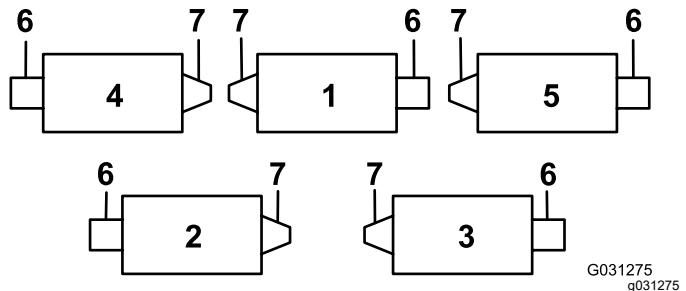
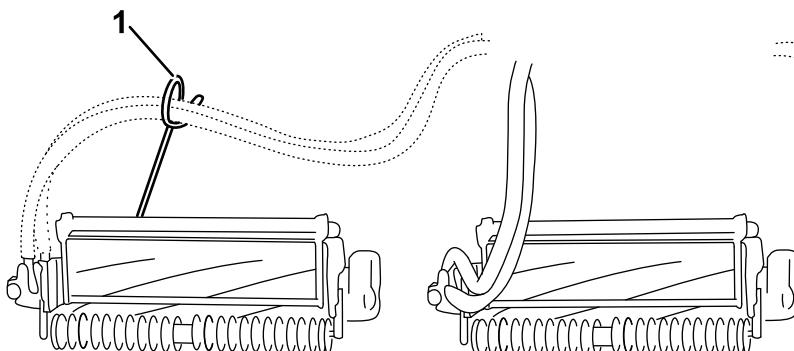
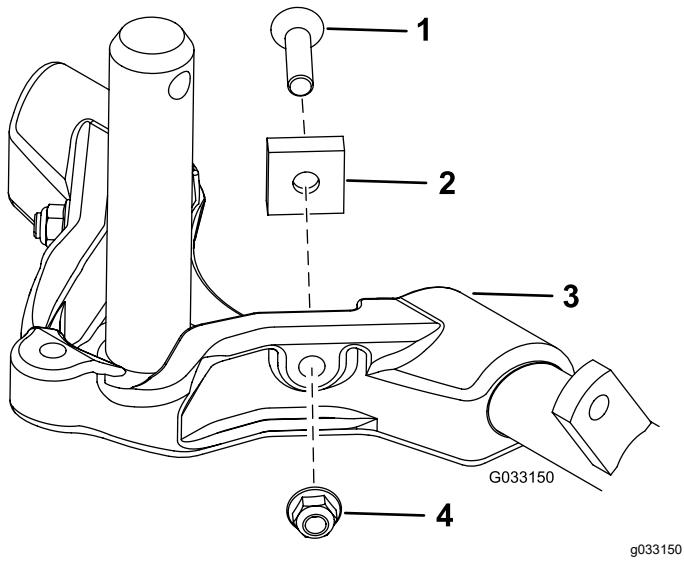

Figura 12
Figura 14
Figura 15
Importante: En la Unidad de corte 4 (delantera izquierda) y la Unidad de corte de 5 (delantera derecha), utilice las tuercas de montaje del soporte de la varilla para instalar las guías de las mangueras a la parte delantera de las pestañas de las unidades de corte. Las guías de manguera deben estar inclinadas hacia la unidad de corte central (Figura 12 a Figura 14).
7. Aumente el alcance de la dirección de las unidades de corte traseras retirando los 2 espaciadores de pivote, tornillos allen y contratuerca con arandela prensada (Figura 15) de los bastidores de tiro de las unidades de corte traseras (Unidades de corte 2 y 3); consulte Figura 12.